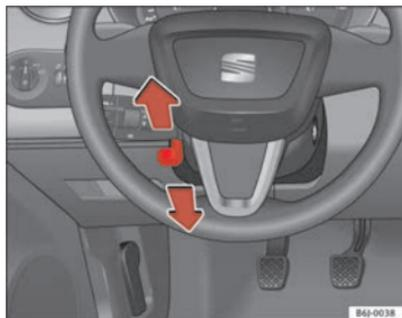

Fig. 93 Regulação da altura do volante
- Puxe para baixo a alavanca ⇒ fig. 93 situada por baixo da coluna da direcção ⇒ ⚠.
- Ajuste o volante até atingir a posição pretendida ⇒ fig. 93.
- Ajustar o banco do condutor ou o volante, de modo a que a distância entre o volante e o tórax seja de pelo menos 25 cm ⇒ fig. 93. Se não se respeitar a distância mínima, o sistema de airbag não pode exercer a sua função de protecção – perigo de morte!